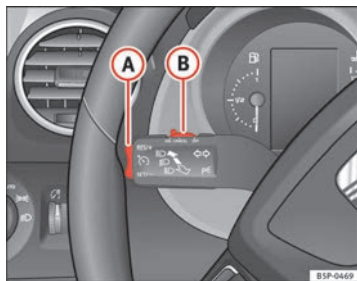

Abb. 148 Blinker- und Fernlichthebel: Schalter und Wippe für die Geschwindigkeitsregelanlage
- Schieben Sie den Schalter ➔ Abb. 148 **(B)** nach links auf **ON**.